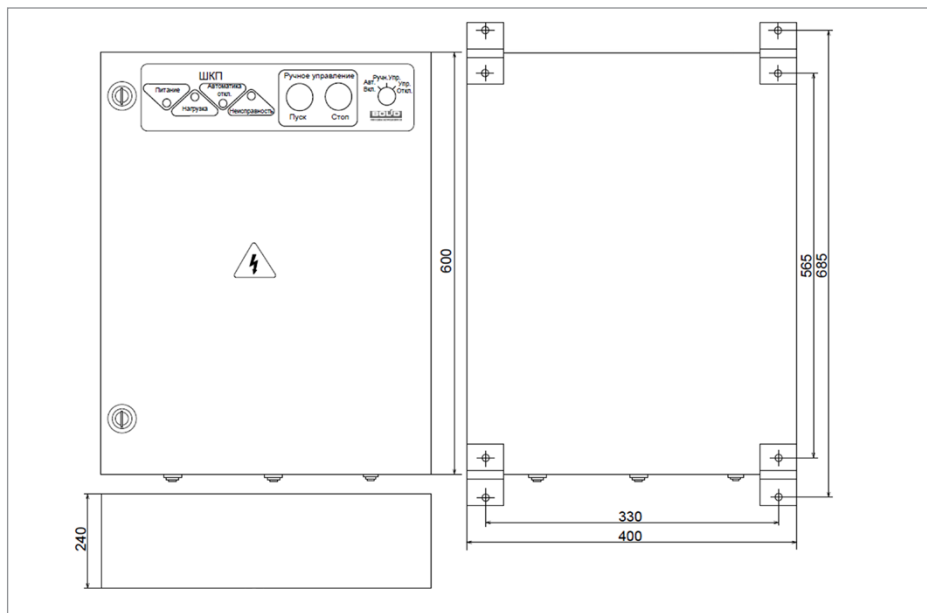
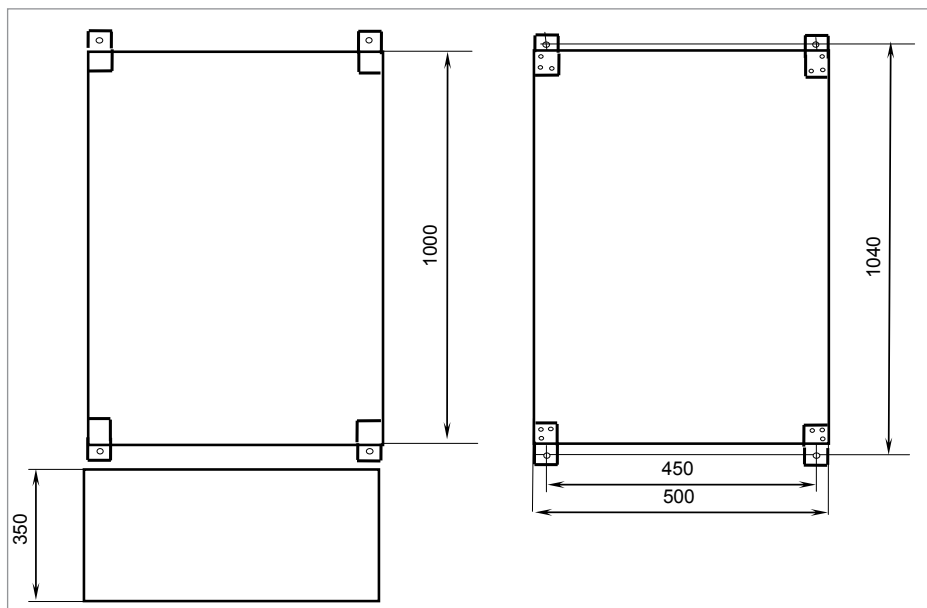

Рисунок 44. Внешний вид и габаритные размеры шкафа контрольно-пускового «ШКП-30 с УПП»
Рисунок 45. Внешний вид и габаритные размеры шкафа контрольно-пускового «ШКП-110 с УПП»
1. Наметьте на стене места для четырех установочных отверстий в соответствии с габаритным чертежом (см. Рисунок 44 и Рисунок 45).